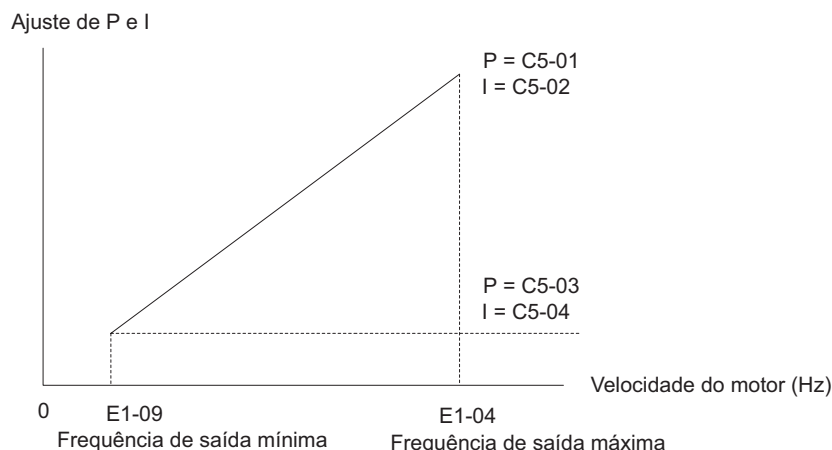

Fig 6.72 Ajuste do Tempo Integral no Ganho do Controle da Velocidade para o Controle de V/f com PG
Na utilização do controle de V/f com PG, ajuste o ganho proporcional (P) e o tempo integral (I) em E1-09 (frequência mínima de saída) e E1-04 (frequência máxima de saída). *Fig 6.72 Ajuste do Tempo Integral no Ganho do Controle da Velocidade para o Controle de V/f com PG* mostra como o ganho proporcional e o tempo integral mudam de uma maneira linear baseado na velocidade.